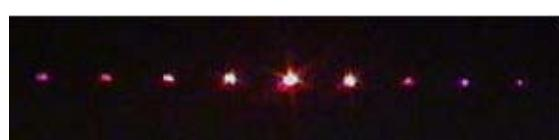

Fig. 7 Beugungsmuster eines Gitters
- Beugungsmuster betrachten (siehe Fig. 7).